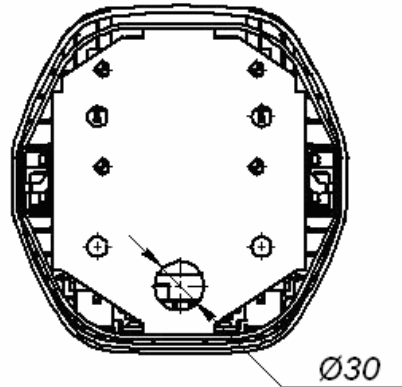

Рисунок 6. Вид снизу на основание (1) картоприемника: отверстие диаметром 30 мм предназначено для подводки кабелей
7. Через центральное отверстие диаметром 30 мм в основании картоприемника (см. рис. 6) протяните кабели внутрь картоприемника и далее вверх по задней стенке к плате управления картоприемником. Используйте кабели, указанные в таблице 1. Длина концов кабелей, остающихся в картоприемнике после их протяжки, должна быть достаточной для их последующего подключения. Рекомендуется закрепить все кабели на внутренних сторонах основания (1) с помощью стяжек неоткрывающихся и площадок самоклеющихся¹.